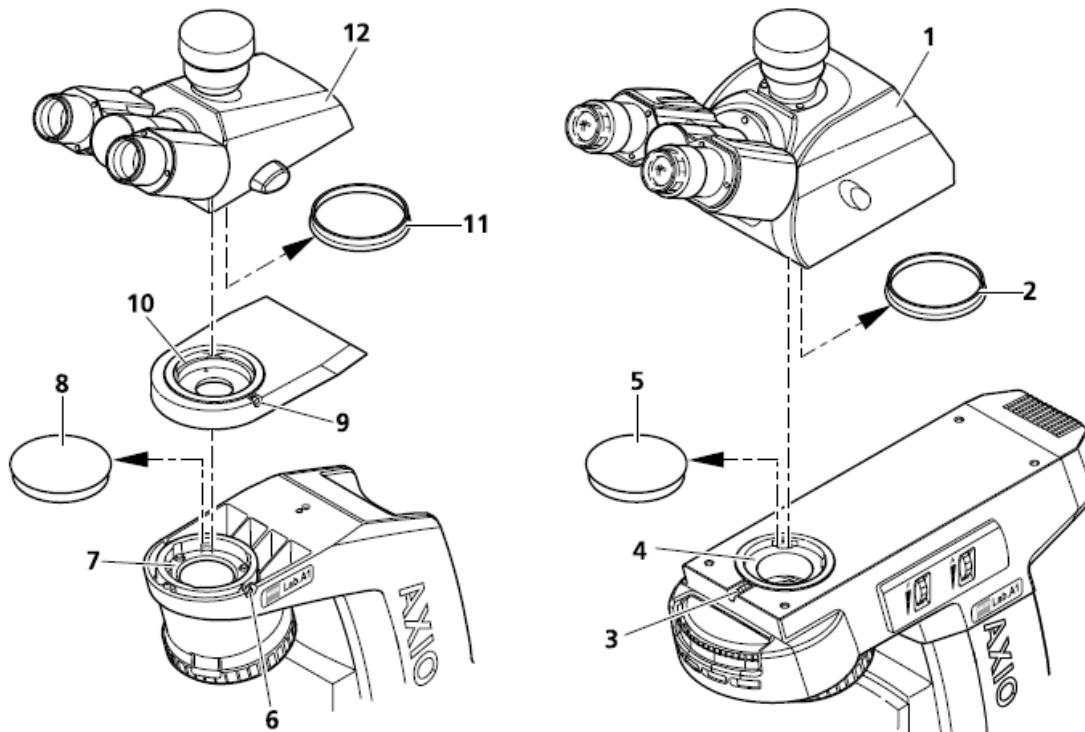

图. 3-5 安装观察筒
- | 使用 3mm 内六角螺丝刀将螺丝(图 3-5/3)拧松,从观察筒下部和主机上的燕尾槽连接头取下防尘盖(图 3-5/2,5)
- | 调节观察筒的角度(图 3-5/1)将其燕尾槽插入主机连接口处(图 3-5/4),确保已经完全插入,成水平状态,旋转至需要的角度,重新拧紧螺丝(图 3-5/3)
- | 使用 3mm 内六角螺丝刀将螺丝(图 3-5/6)拧松, 从观察筒下部和主机上的燕尾槽连接头取下防尘盖(图 3-5/8,11)
- | 将中间板(图 3-5/10)的燕尾槽插入主机连接口处(图 3-5/7), 重新拧紧螺丝(图 3-5/6)
- | 将观察筒(图 3-5/12)燕尾槽插入中间板连接口处 ,重新拧紧螺丝(图 3-5/9)固定